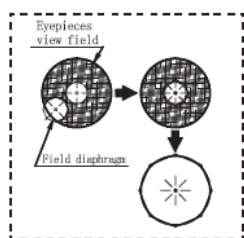

Fig. 13
a.1 Dacă trebuie să re-centralizați condensatorul atunci când iluminarea microscopului Kohler este cu diafragmă de câmp (Fig.13)